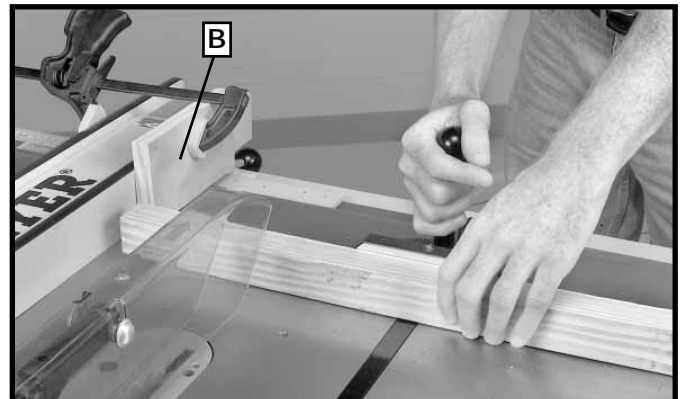

Fig. S4
Pour tronçonner plusieurs pièces de même longueur, un bloc de bois (B) peut être fixé sur le guide et utilisé comme jauge de coupe, comme le montre la fig. S4. Le bloc (B) doit avoir au moins 19,1 mm (3/4 po) d'épaisseur pour empêcher la pièce coupée de se coincer entre la lame et le guide lors de l'enlèvement de la pièce de la table. Il est important de toujours positionner ce bloc de bois devant la lame de la scie comme indiqué. Une fois que la longueur de coupe est déterminée, verrouiller le guide et utiliser la jauge à onglet pour guider l'ouvrage pendant la coupe.
Lors de l'utilisation du bloc (B, fig. S4) comme jauge de coupe, il est très important de positionner l'extrémité arrière du bloc de façon à tenir l'ouvrage éloigné du bloc avant qu'il n'entre en contact avec la scie.